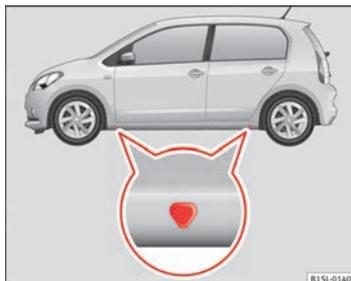

Fig. 138 Puntos de apoyo del gato.
El gato sólo se debe colocar en los alojamientos indicados (marcas en la carrocería) ⇒ fig. 138. Utilice en cada caso el punto de apoyo respectivo de la rueda a cambiar ⇒
5. Busque debajo del vehículo el punto de apoyo para el gato ⇒ **fig. 138** que se encuentre más próximo a la rueda que vaya a cambiar.